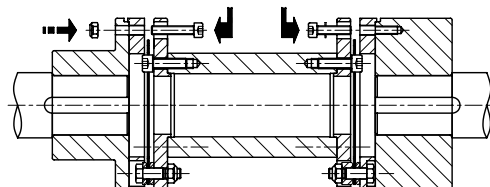

FIG. 5
- 1.8 Monter les 6 vis (5) et rondelles (6) ou les 6 vis et écrous (7) (suivant le cas) dans chaque moyeu (fig. 5). Serrer les vis (5) ou (7) uniformément au couple T5. Voir tableau pour le couple de serrage (T5 en Nm).
- 1.8 Monteer de 6 schroeven (5) en ringen (6) of de 6 schroeven en onderlegplaatjes (7) in iedere naaf (fig. 5). Draai de schroeven (5) of (7) gelijkmatig vast (aanhaalmoment T5). Zie tabel voor juiste aanhaalmoment (T Nm).
- 1.8 Engage the 6 screws (5) and rings (6) or the 6 screws and washers (7) in each hub (fig. 5). Tighten the screws (5) or (7) uniformly (tightening torque T5). See tabulation for correct tightening torque (T Nm).
- 1.8** Montera de 6 skruvarna (5) och ringarna (6) eller de 6 skruvarna och brickorna (7) i varje nav (fig. 5). Drag åt skruvarna (5) eller (7) likformigt (åtdragningsmoment T5). Se tabell för korrekt åtdragningsmoment.
- 1.8** Montieren Sie in jede Nabe 6 Schrauben (5) und Sicherungsring (6) oder 6 Schrauben (7) mit Scheibe (fig. 5). Anzugsmoment T5 in Nm gemäß Tabelle.
- 1.8** Introdurre le 6 viti (5) e gli anelli (6) o le 6 viti e le rondelle (7) in ogni mozzo (fig. 5). Avvitare le viti (5) o (7) in modo uniforme (coppia di serraggio T5). Vedere la tabella per la coppia di serraggio (T Nm).